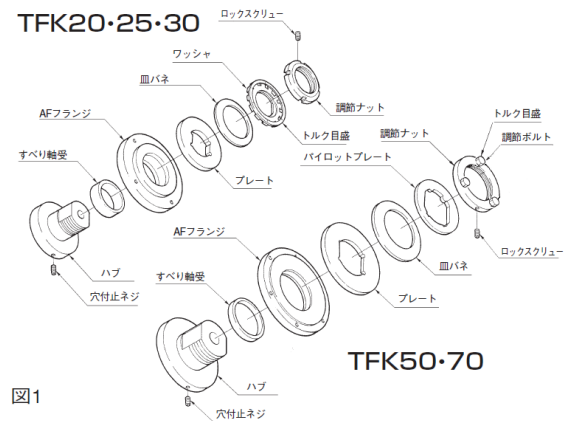

図1
1. TFK20,25,35(図1参照)
2. TFK50,70(図1参照)